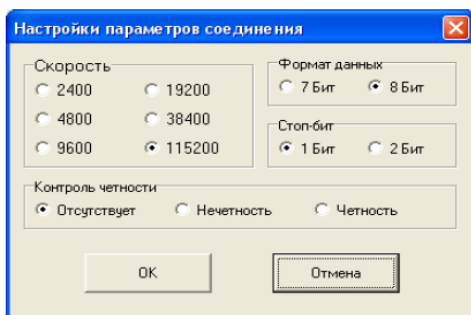

Рисунок 2.8 – Вікно налаштувань параметрів з'єднання
2. Далі необхідно налаштувати інтерфейс обміну. Для цього у вікні *Выбор ПЛК* натисніть на кнопку *Настройка*. Відкриється наступне вікно – *Настройки параметров соединения*. Виберіть налаштування згідно з рис. 2.8.